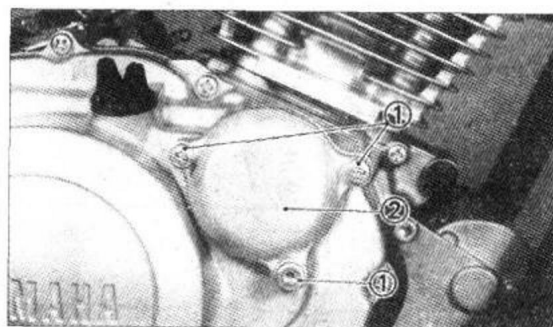

图 1-15
12. 机油滤清器见图 1-15。②为机油滤清器盖, ①为机油滤清器固定螺钉。